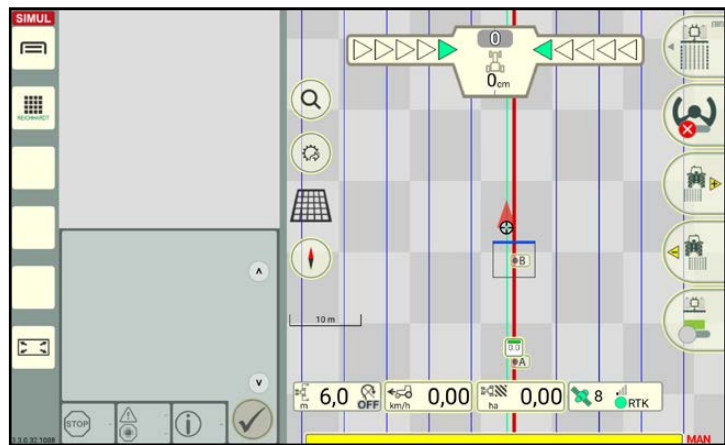

Abb. 92: Parallelspurmuster nach Beenden der Referenzspuraufzeichnung
Wurde die Abfrage zum Beenden der Spuraufzeichnung bestätigt, gelangen Sie automatisch in den Feldbearbeitungs-Modus (siehe Abb. 92).
- für die zuletzt angelegte Referenzspur ein Parallelspurmuster angelegt (siehe Abb. 92);